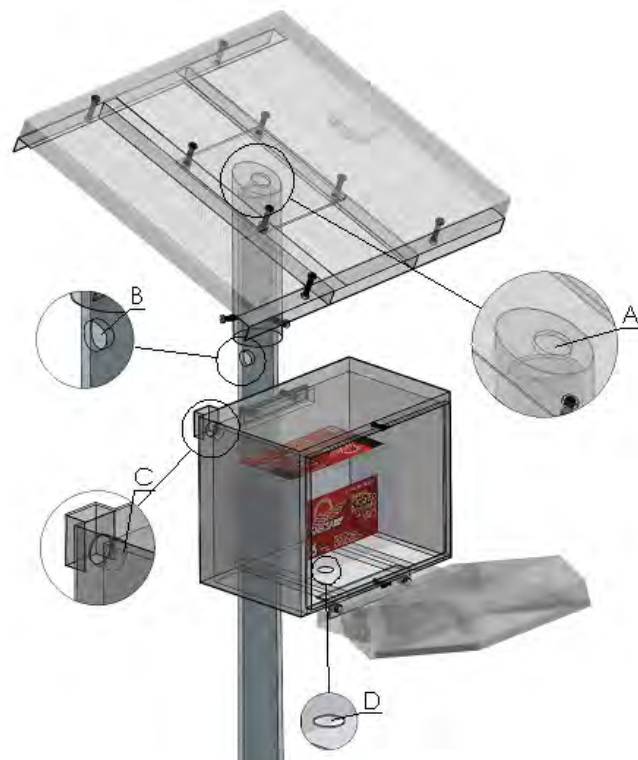

Figura 33. Orificios para alambrado eléctrico en poste sin brazo.
8.2.1 Introducir el cable del panel por el orificio del cañón (A), pasarlos a través del poste y sacarlos por el orificio del poste (B), introducir el cable en la entrada (C) del gabinete hasta llegar a la batería (Ver Figura 33).